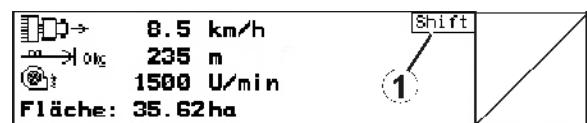

Fig. 9
- Hvis Shift-tasten er aktiv, vises dette på displayet (Fig. 9/1).